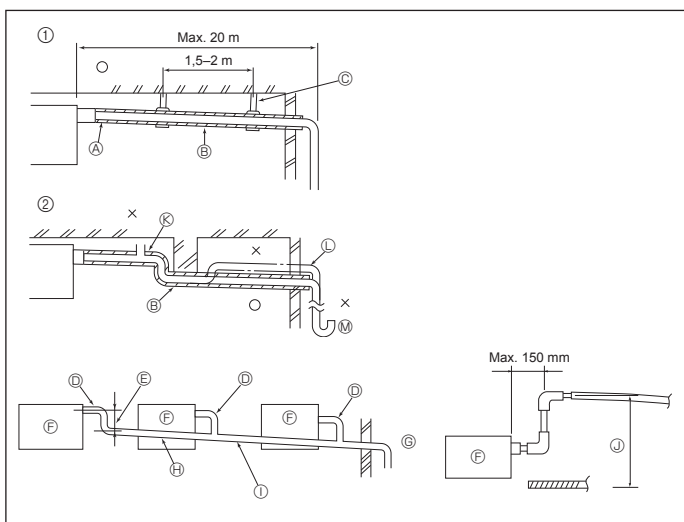

Fig. 6-1
6.1. Verrohrung der Drainage (Fig. 6-1)